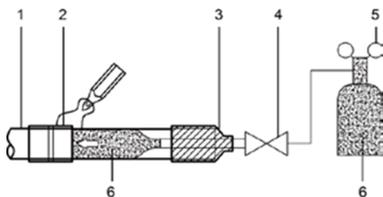

Figura 4.4
- Quando o tubo é cheio com azoto durante a soldagem, este deve ser reduzido a 0,02 MPa usando a válvula de redução de pressão. Veja a Figura 4.4.